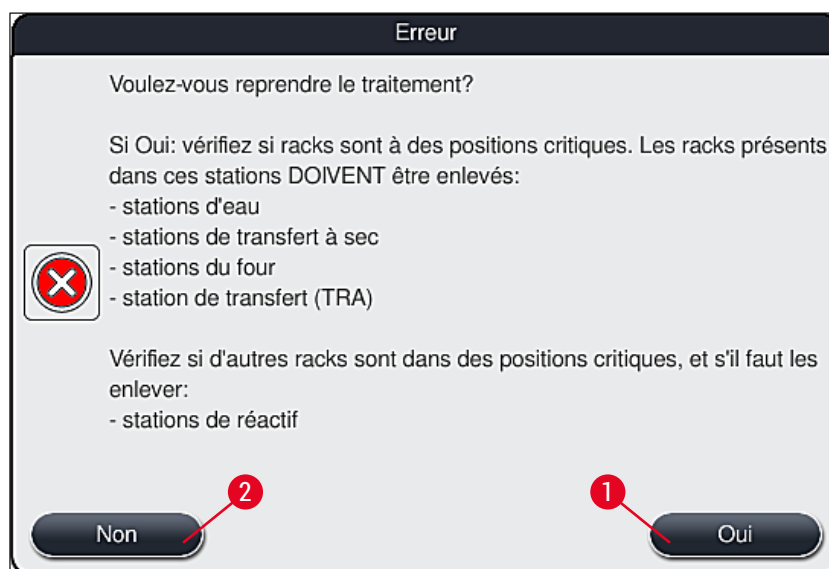

Fig. 110
4. Ensuite, l'utilisateur a la possibilité de reprendre le processus de coloration (→ P. 138 – 8.2.2 Reprendre le processus de coloration après une coupure de courant) ou de l'annuler (→ P. 139 – 8.2.3 Annuler tous les processus de coloration après une coupure de courant) (→ "Fig. 110").
2. Retirer de l'appareil les supports de lames d'importance critique en respectant les consignes du message d'information précédent (→ "Fig. 110"), puis confirmer le retrait en appuyant sur la station correspondante (→ "Fig. 111-1") à l'écran.
L'annulation du processus de coloration et le retour au menu de sélection précédent (→ "Fig. 110") peuvent être annulés en appuyant sur la touche **Annuler** (→ "Fig. 112-2").